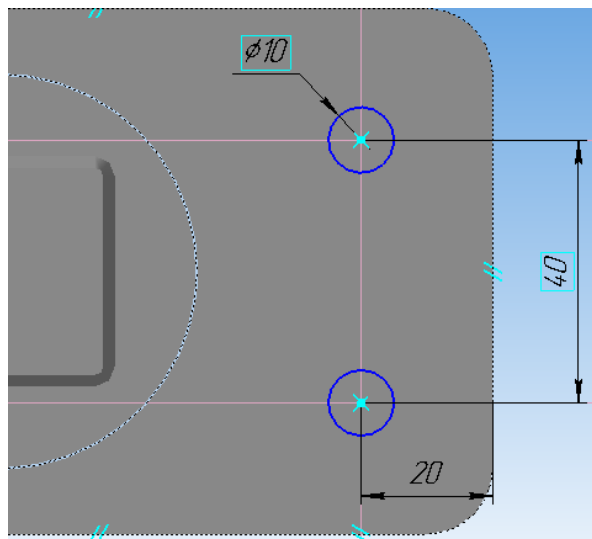

Рисунок 39.
17. На верхней поверхности основания выполните два отверстия $\Phi 10$ мм (рисунок 39).